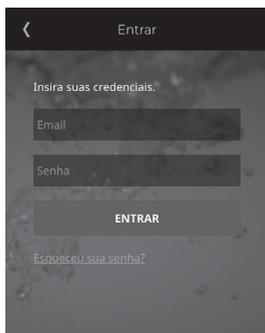

Figura 6 - Tela de Login
4. Insira o endereço de e-mail e a senha. Após clique em *ENTRAR*. Verifique figura 6.